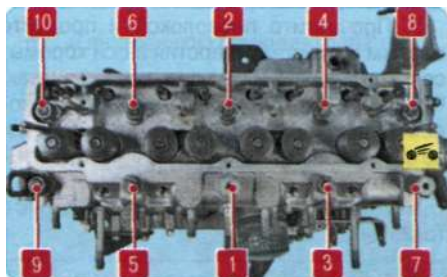

Рис. 6.8. Последовательность затяжки гаек крепления головки блока цилиндров
2. Гайки крепления головки равномерно затягивайте динамометрическим ключом в последовательности, показанной на рис. 6.8, поэтапно: предварительно моментом 50-60 Н·м (5-6 кгс·м), окончательно 88,3-93,2 Н·м (9-9,4 кгс·м).